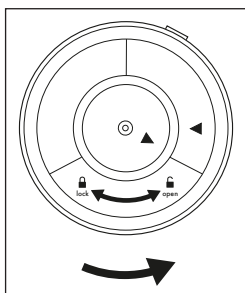

Fig. 1
2. Capovolgere l'apparecchio principale 7 per accedere alla chiusura del vano pile 13. Ruotare la chiusura del vano pile 13 in senso antiorario verso **open** 🔓 fino a poter togliere la chiusura del vano pile 13 (vedere fig. 1).